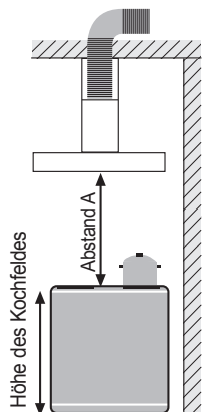
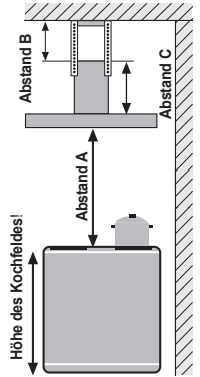

Abb. 9
Abb. 14
Unter Beachtung des Mindestabstandes die Einbauhöhe der Haube ermitteln (siehe Abb. 9). Die Höhe der montierten Haube wird im nächsten Schritt durch die Montage der vier Montagewinkel (23) am Motorblock (12) bestimmt (Abb. 14). Zu diesem Zweck sind die Montagewinkel (23) mit ausreichend Bohrungen versehen.